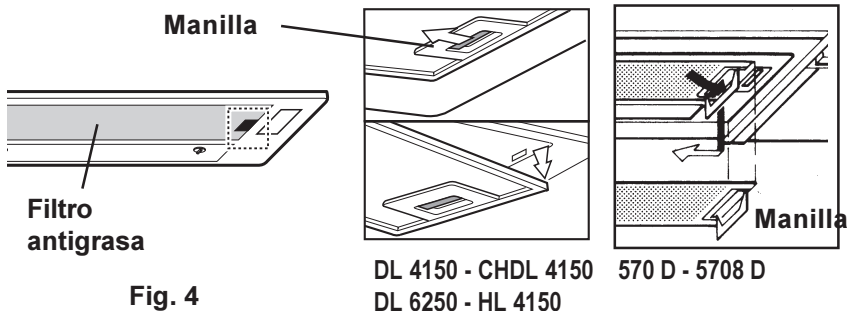

Fig. 4
- Apriete la manilla que sujeta el filtro antigrasa hacia el lado opuesto, entonces saque el filtro tirando hacia abajo. **Fig. 4.**
- Desenganche las manillas hacia abajo y tire hacia el centro, entonces saque el filtro tirando hacia abajo. **Fig. 4.**